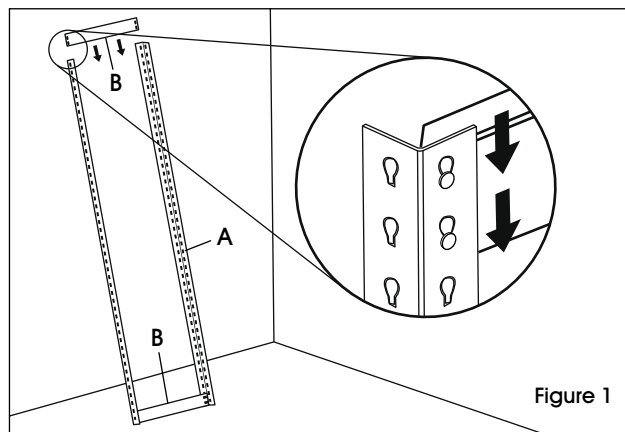

Figure 1
1. Reliez deux montants verticaux (A) en insérant un support latéral (B) en bas et en haut des montants. (Voir Figure 1)